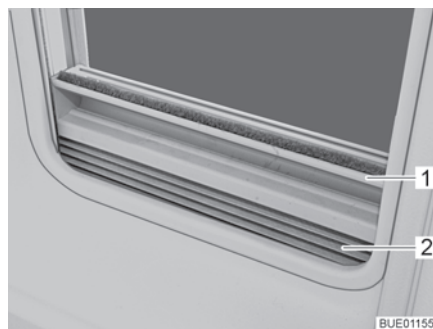

Fig. 36 Tendina oscurante pieghevole
- Chiusura:** ■ Afferrare la tendina oscurante pieghevole (Fig. 36,2) per la parte centrale della barra di presa (Fig. 36,1), tirarla dal basso verso all'alto e rilasciarla nella posizione desiderata. La tendina oscurante pieghevole rimane in questa posizione.